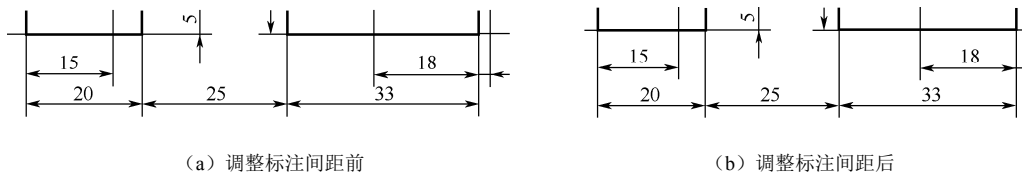

图 4-79 调整标注间距
单击“标注”面板→“调整间距”按钮,选择水平尺寸 15 为基准,再选择连续尺寸 20、25、33,按 Enter 键以默认的“自动”方式调整间距,如图 4-79 所示。
(12) 调整标注间距。按指定的间距值自动调整平行的线性尺寸和角度标注之间的间距，如图 4-79 所示。